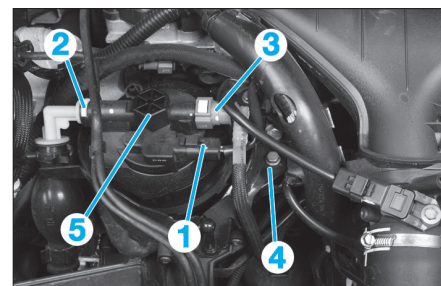

Fig. 37
- le connecteur de réchauffeur de carburant (1) (Fig.37),
- la canalisation d'arrivée de carburant (2),
- la canalisation de sortie vers la pompe haute pression (3).
- Déposer les 4 vis de fixation de la tôle supérieure (4) et la déposer.
- Dévisser le couvercle à l'aide d'une clé appropriée sur l'emprunte centrale (5).